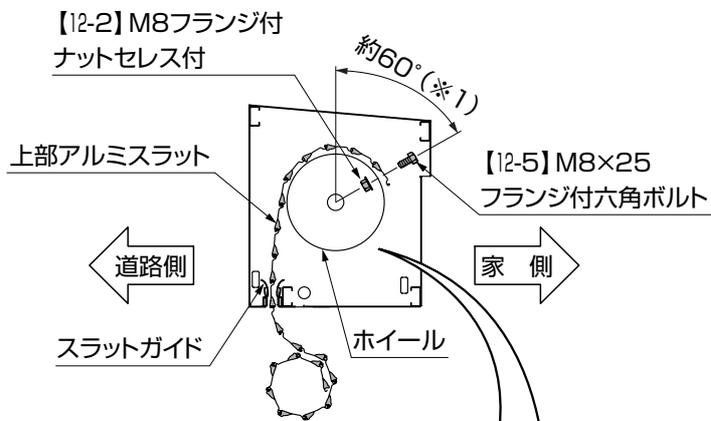

図5-4
- ブラケットのスラットガイド中央に、上部アルミスラットが通るように引き上げてください。スラットガイドの外側を通るとシャッターが動かなくなります。(図5-4参照)
- ② 吊元1と吊元2を止める位置がホイール頂点より家側で、60°方向(※1)になっていることを確認してください。(図5-4参照)